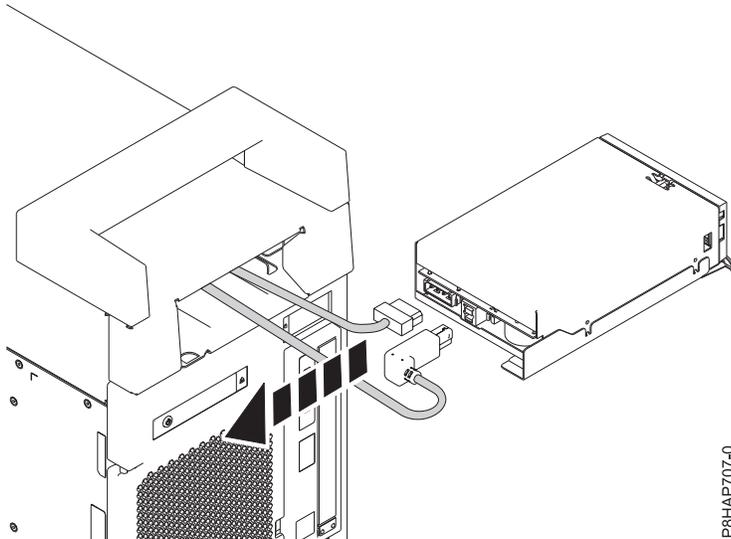

Figura 62. Desligar os cabos USB e da fonte da alimentação da base de acoplamento RDX interna (FC EUA3)
4. Desligue o cabo da fonte de alimentação da parte posterior da base de acoplamento RDX interna (FC EUA3). Consulte o tópico Figura 62.